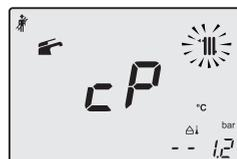

Figura 9.26
- Premendo il tasto 24 è possibile variare la potenza in modalità spazzacamino: con visualizzazione sul display LCD delle lettere **cP** che si alternano con il valore di temperatura dell'acqua di riscaldamento (es. **78**), siamo in "funzione spazzacamino" alla potenza massima in riscaldamento (Figura 9.26);